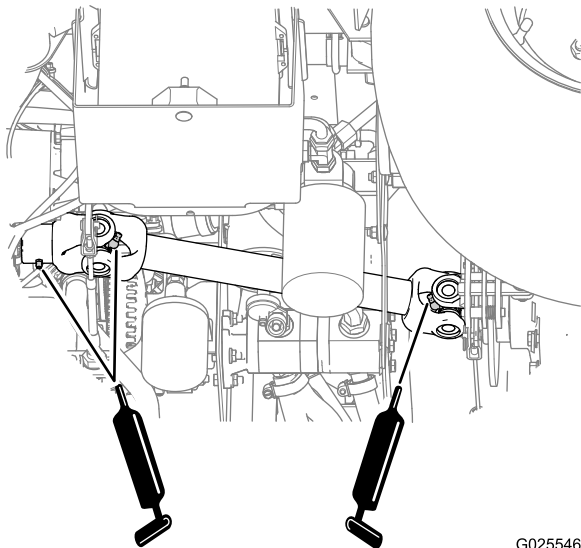

Figura 49
- Articulaciones de cardán del árbol de transmisión (2); consulte Figura 49
- Horquilla deslizante (1); consulte Figura 49